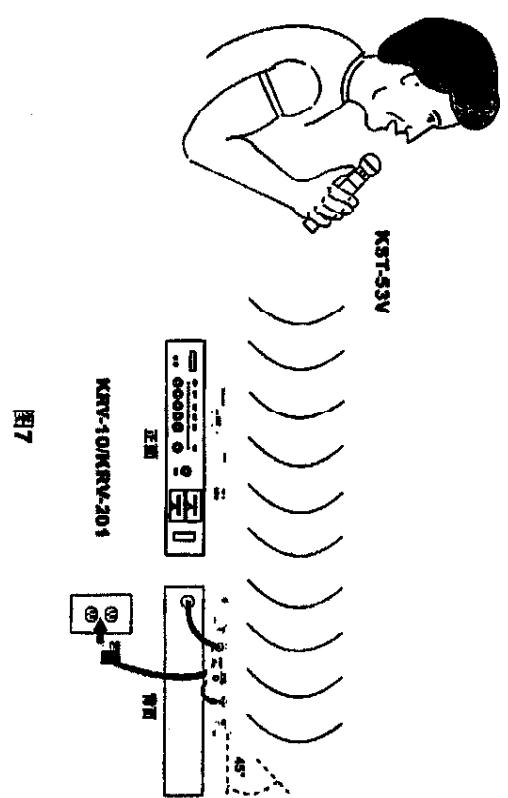

图7
- 参看图7, 把随机提供的交流流转换器一端插入接收机背后的直流输入连接器, 把转换器的电缆线夹入固定扣“适用机型KRV-10”, 把其另一端插入墙壁插座或其他交流电源 (HD41N110使用220伏/50赫电源, HD41N110E使用120伏/60赫电源), 推动接收机正面电源开关, 电源灯发红光。